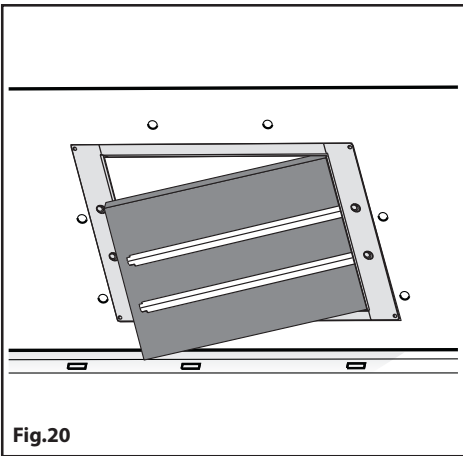

Fig.20
- Si l'emballage contient une bride comme celle indiquée **Fig.20**, il faut la fixer à la hotte à l'aide des vis fournies.